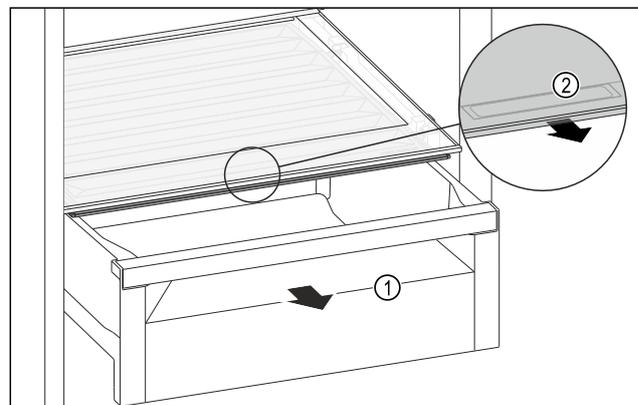

Fig. 116
- Estrarre il cassetto Fig. 116 (1).
- Afferrare la maniglia incassata Fig. 116 (2) sul coperchio dello scomparto e tirare allo stesso tempo in avanti il coperchio dello scomparto.